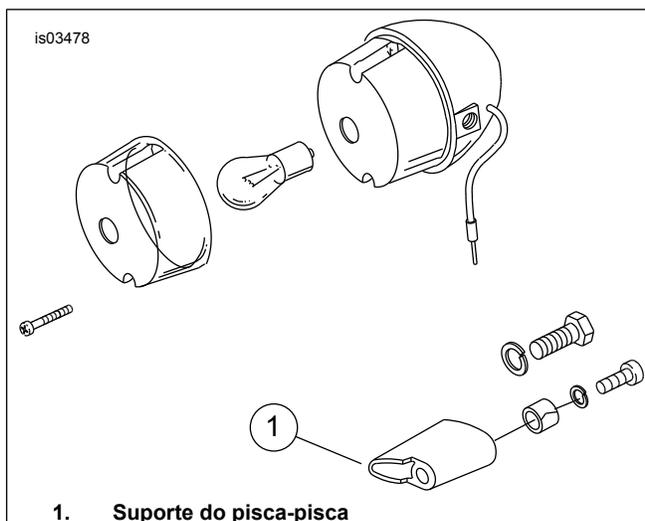

Figura 4. Pisca-pisca traseiro Softail (suporte estilo aerofólio típico)
3. Veja a Figura 4. Remova a estrutura da lanterna do suporte do pisca-pisca, depois remova o suporte. Guarde as ferragens para a reinstalação. Descarte o suporte.